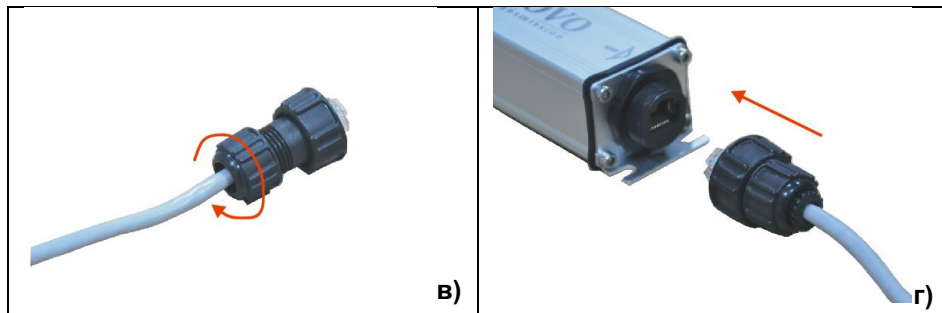

Рис.4 Подключение кабелей к PoE-удлинителям.
2. Проденьте концы кабелей через гермовводы (рис.4 а).
3. Обожмите кабель разъемом RJ45 и закрепите его в пазах гермоввода (рис.4б).
4. Затяните утягивающую гайку гермоввода (рис. 4в).
5. Закрепите гермоввод на корпусе удлинителя (рис. 4г).